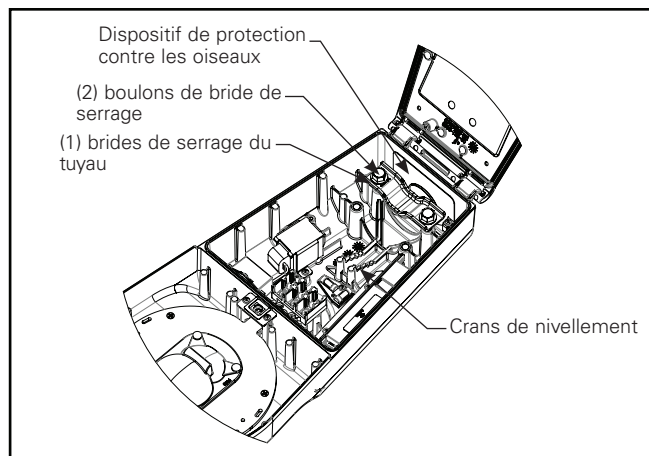

Figure 2.
4. Si un tuyau de 38 mm (1 1/2 po) est utilisé, retirez les boulons de la bride de serrage et retournez-la pour que la dimension du tuyau soit visible depuis le haut. La bride de serrage doit être inversée pour l'option du tuyau plus petit. (Figure 2)